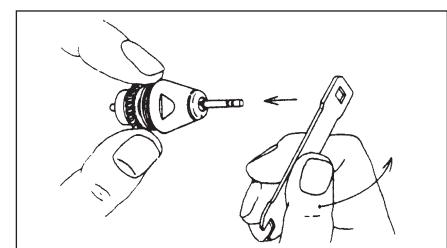

Fig.11
2) Sujete el rotor con dos dedos tal y como muestra la Fig.11.